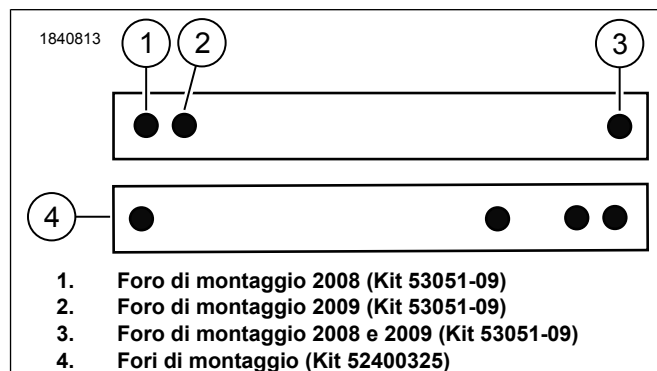

Figura 6. Cinghia di appiglio
1. Vedere la figura 6. Installare la cinghia di sostegno (2) sui prigionieri.
- a. Fissare la cinghia di appiglio ai prigionieri (F) con i dadi (E). Serrare.
- a. Vedere la figura 6. Utilizzare i fori di montaggio della cinghia di appiglio.